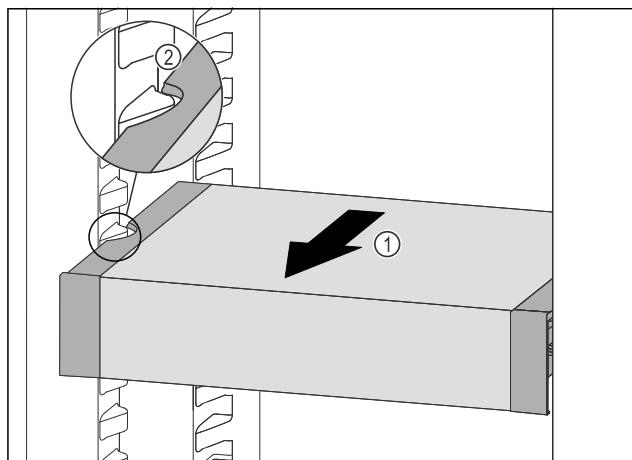

Fig. 82
- Вытягивайте VarioSafe вперед *Fig. 82 (1)*, пока боковые выемки VarioSafe не окажутся на высоте выступа резервуара в холодильном отделении. *Fig. 82 (2)*